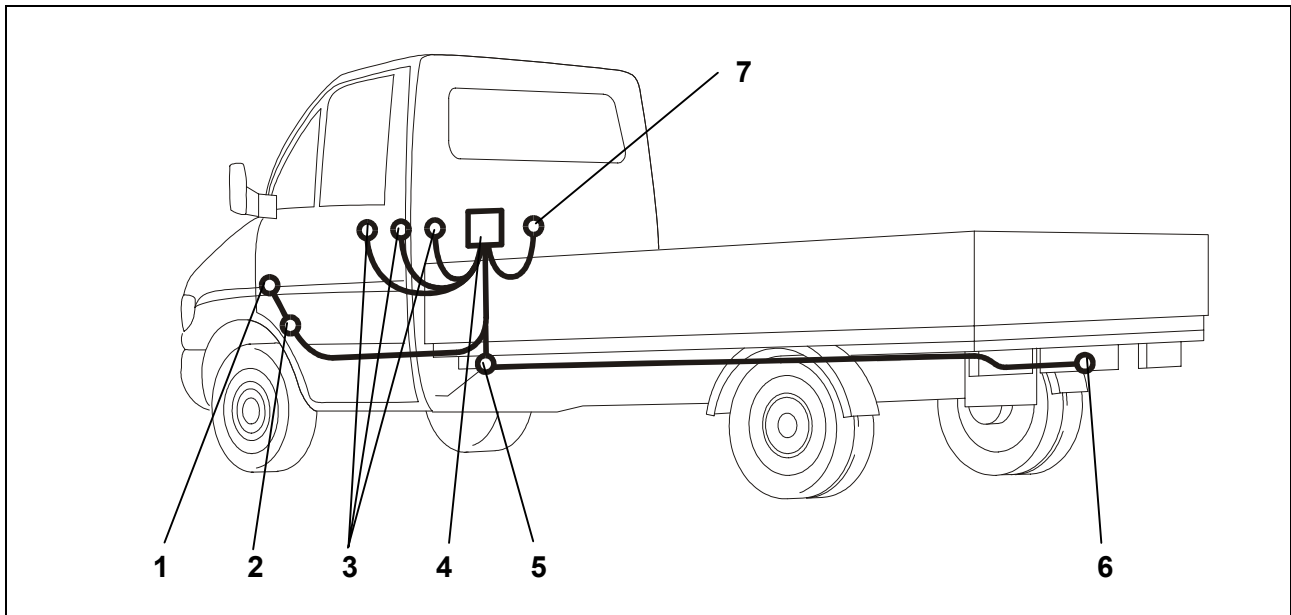

Fig. 1: Montageoverzicht
4. Het uiteinde van de kabel door de doorvoer (fig. 1/5) leggen, uitgaand van de passagiersruimte naar buiten.
5. De rubberbus in de kabeldoorvoer (fig. 1/5) plaatsen.
10. Het stopcontact vastschroeven met de bijliggende schroeven en moeren op de stopcontact-montageplaat (fig. 1/6).
13. De aanhangermodule (fig. 1/4) op een geschikte plaats m.b.v. klittenband bevestigen.
14. De bruine kabels met het ringoog op een massapunt van het voertuig (fig. 1/7) aansluiten.